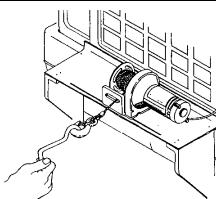

Figure 2
7. **TENEZ-VOUS TOUJOURS À L'ÉCART DU TREUIL, DU CÂBLE ET DU CROCHET PENDANT LE FONCTIONNEMENT DU TREUIL.** **N'INTRODUISEZ JAMAIS** votre doigt dans le crochet lorsque vous embobinez la dernière longueur de câble. Vous pourriez perdre votre doigt s'il restait coincé dans le crochet. Utilisez la **BARRE PROTÈGE-MAINS** (Figure 2) pour guider le crochet pendant les derniers pieds (le dernier mètre). N'embobinez ou ne débobinez jamais le câble du tambour en le guidant de la main.